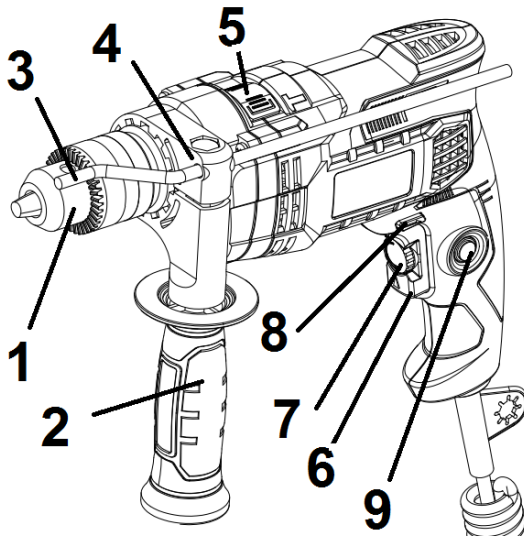

Рисунок 1
4.2 Виберіть необхідний режим роботи виробу за допомогою перемикача (5) (див. рисунок 1). Перемикач режимів роботи виробу здійснюється переведенням перемикача (5) (див. рис. 1) з одного крайнього положення в інше в бік відповідного символу режиму роботи:
- ударно-обертальний режим - перемикач (5) повинен бути переведеним до упору у бік символу **T**;
- обертальний режим - перемикач (5) повинен бути переведеним до упору у бік символу **2**.